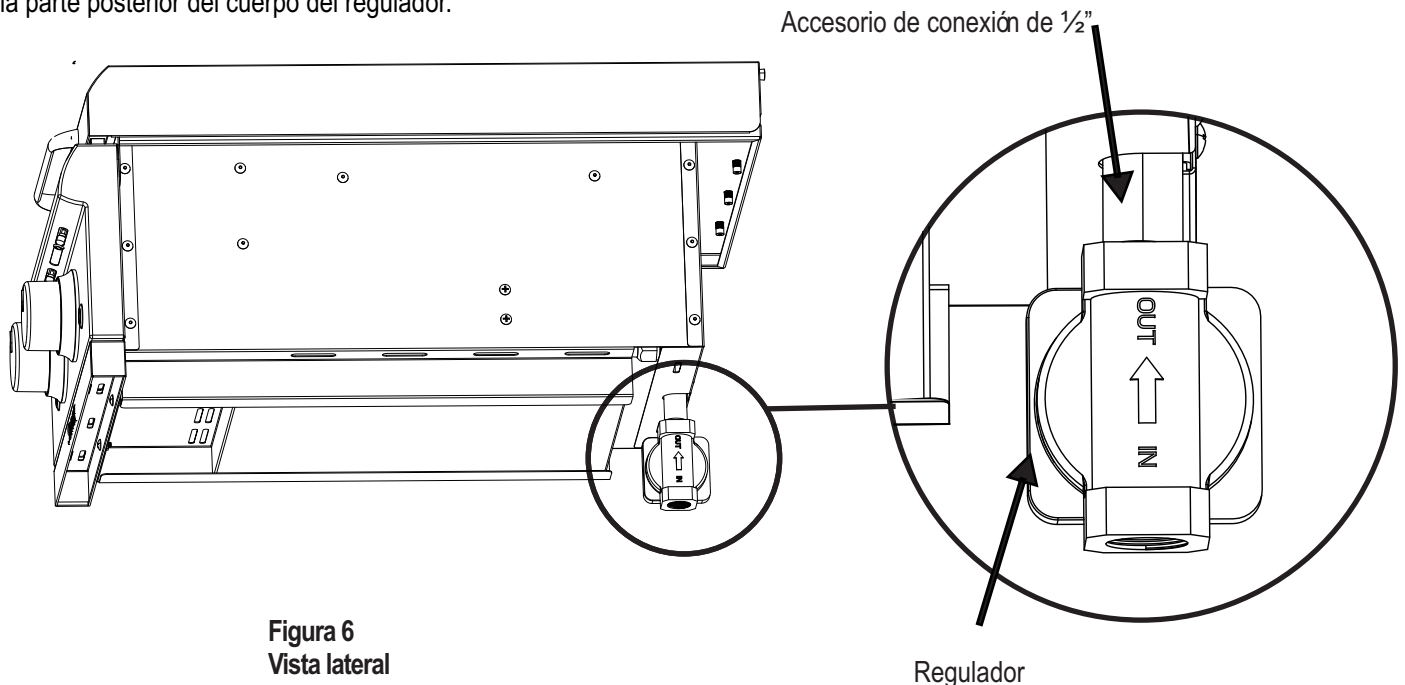

Figura 6
4. Conecte el regulador del aparato de gas natural (incluido) en el accesorio de conexión de 1/2", teniendo cuidado de conectar el lado de salida hacia el accesorio de conexión (vea la Figura 6). Los lados de entrada (IN) y salida (OUT) del regulador están marcados en la parte posterior del cuerpo del regulador.
6. Ensamble de nuevo en orden inverso, asegurándose que los quemadores estén correctamente encajados en los sujetadores de los orificios, vea la Figura 6.